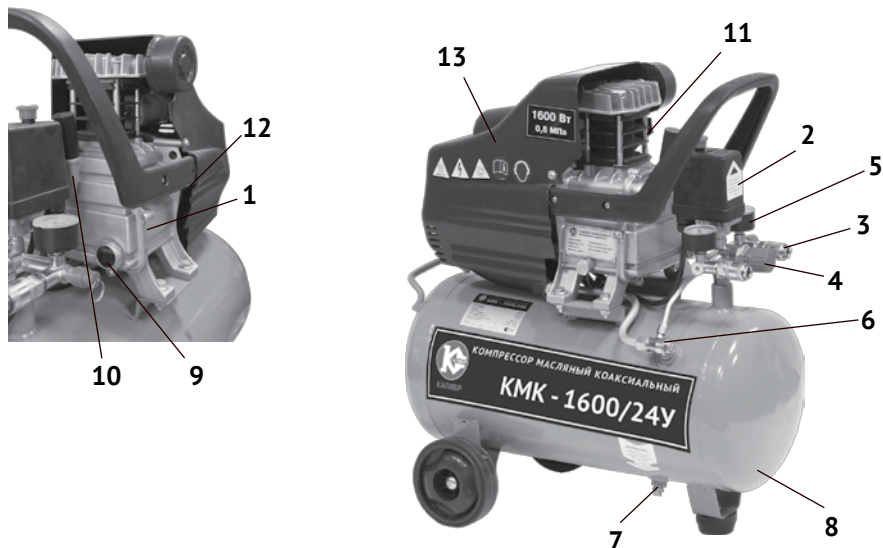

рис. 1
4.1 Общий вид компрессора схематично представлен на рис.1
4.2 Картер компрессорной группы (рис.1 поз.1) с двигателем закреплены на металлическом корпусе ресивера (рис.1 поз.8). Двигатель закрыт пластиковым кожухом (рис.1 поз.13). Вращение якоря двигателя преобразуется кривошипно-шатунным механизмом в возвратно-поступательное движение поршня. Сжатый воздух из выпускного клапана цилиндра подаётся в ресивер. При подключении к быстроразъёмным выходным штуцерам (рис.1 поз.3) коллектора пневмоинструмента, сжатый воздух подаётся к инструменту. Выходное давление в штуцерах регулируется редуктором и контролируется манометрами.
рекомендуется оставить компрессор работающим в течение 5 - 8 минут с полностью открытыми выходными кранами (рис.3 поз.2,3) и редуктором (рис.3 поз.4), после чего откройте вентиль слива конденсата (рис.1 поз.7), находящийся снизу ресивера и слейте конденсат. После первых 5-ти часов работы компрессора проверьте крепление винтов головки цилиндра и кожуха двигателя (рис.1 поз.13).